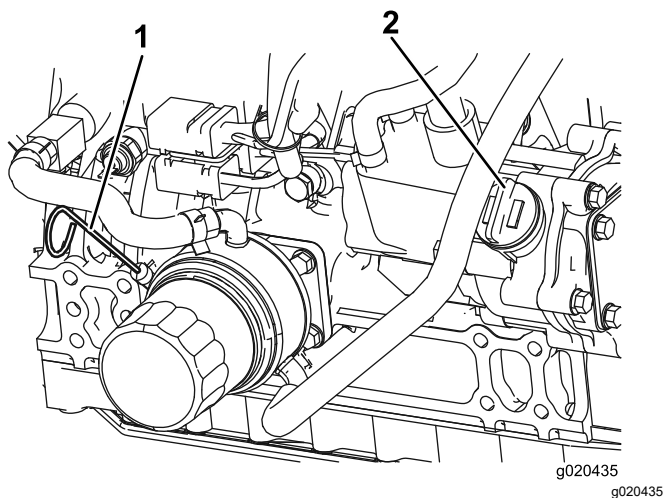

Figura 78
O nível de óleo deve encontrar-se na zona de segurança (Figura 78).
4. Se o nível de óleo se encontrar abaixo da zona de segurança, deverá retirar a tampa de enchimento (Figura 78) e adicionar óleo até que o nível atinja a marca Cheio.